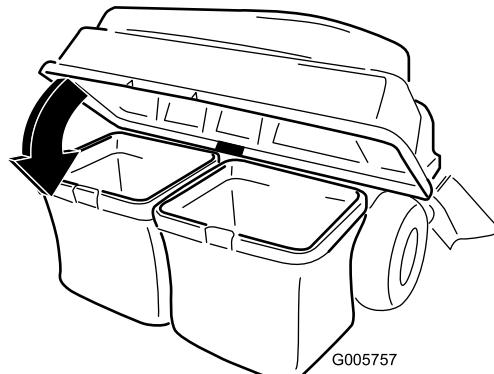

Figura 19
- Baje la tapa del ensacador sobre la bolsa (Figura 19).